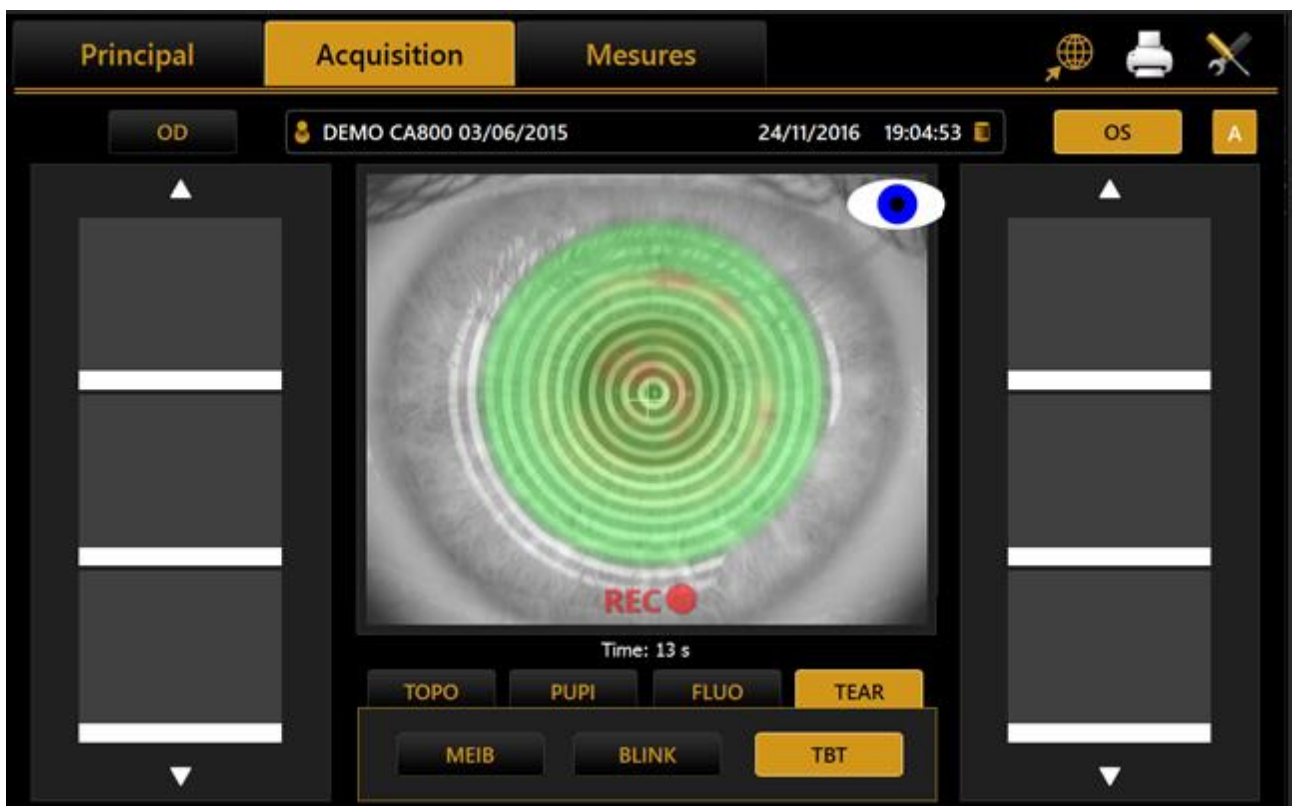

Fig. 39
4. Le clignotement est automatiquement détecté par le dispositif et l'analyse de la déchirure commence comportement du film. Lors de l'analyse du film lacrymal le domaine des anneaux Placido est divisé en secteurs polaires et analysé. Les secteurs où des variations significatives sont détectées sont colorées avec un jaune échelle vert / rouge / en fonction de la quantité de variation (Fig. 39).